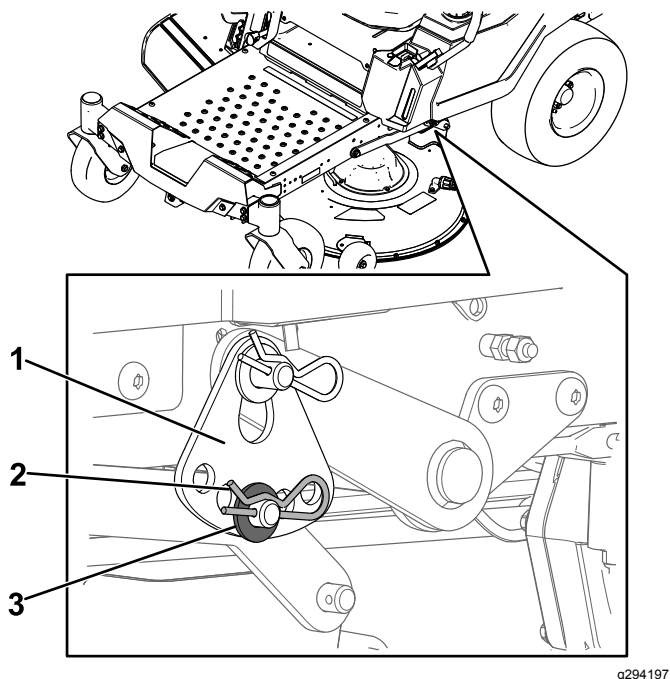

図 66
6. 下側昇降アームピンについているヘアピンコッターとワッシャを外す図 66。